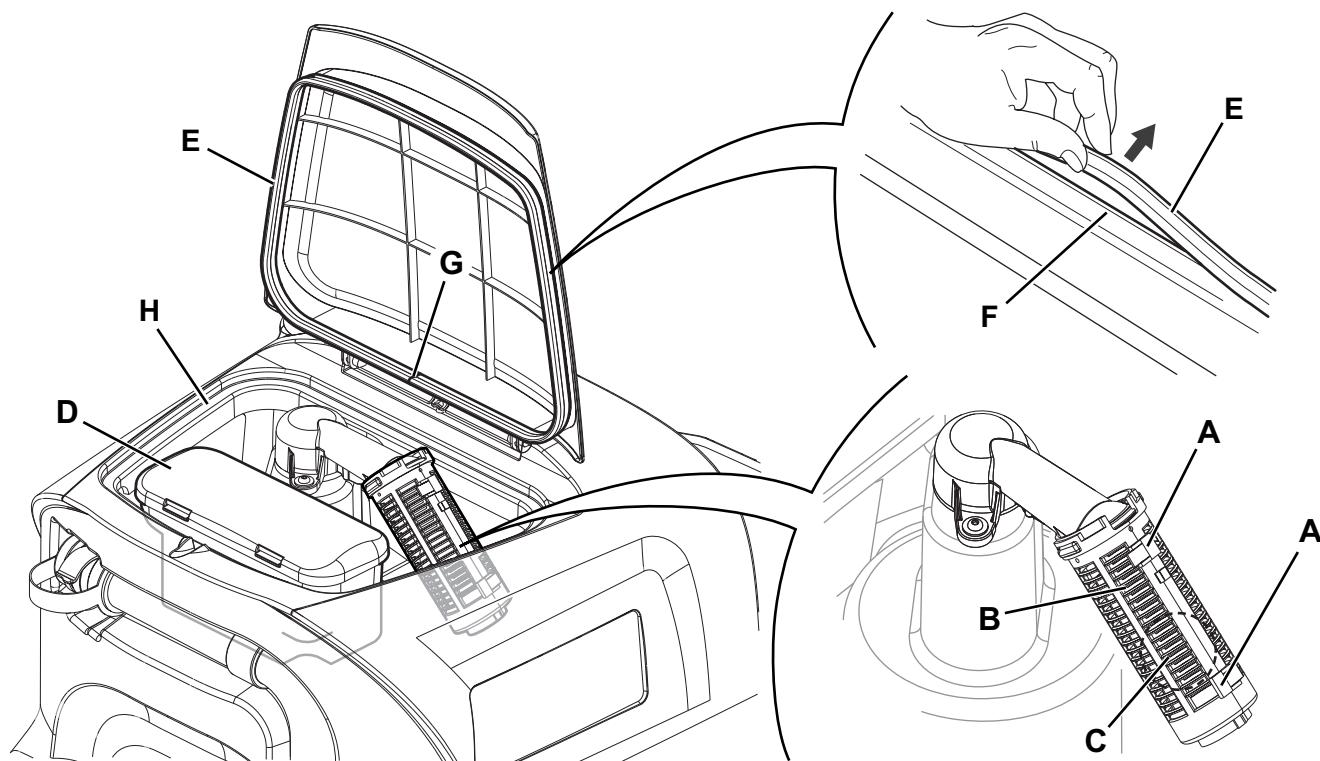

Figure 9
2. S'assurer que la machine est éteinte avec la clé opérateur (41) en position « O ».
3. Ouvrir le couvercle (18).
4. Nettoyer et laver avec de l'eau propre l'intérieur du réservoir (17) et du couvercle.
5. Vider l'eau du réservoir avec le tuyau (26).
6. Nettoyer la grille d'aspiration (28), dégager les dispositifs de retenue (A, Fig. 9), ouvrir la grille (B), récupérer le flotteur (C) et nettoyer soigneusement ; enfin reposer en place.
7. Démonter le bac de récupération des débris (D) et ouvrir son couvercle, puis nettoyer soigneusement et ré-installer le tuyau d'aspiration.
8. Contrôler l'intégrité du joint d'étanchéité (E) du couvercle du réservoir.